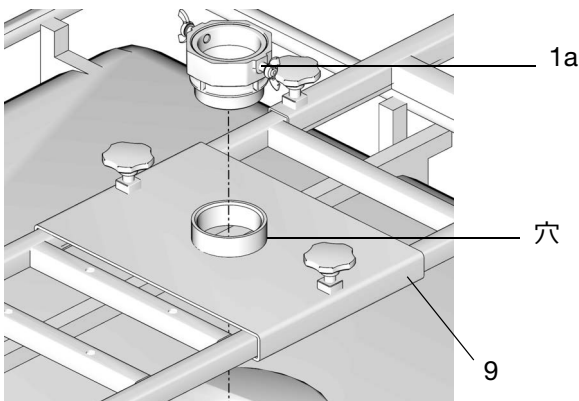

図 10
1. ポンプの栓アダプター (1a) とトップブラケット (9) の穴にネジを通します。手でしっかりと締めて固定します (図 10)。
2. NPTおよびBSPTモデルでのみ、ネジ用シーラントを吸引チューブ/ホース(3)のスレッドに適用し、ポンプ(1)インレットハウジングに吸引チューブ/ホースの端を取り付けます(図 10)。